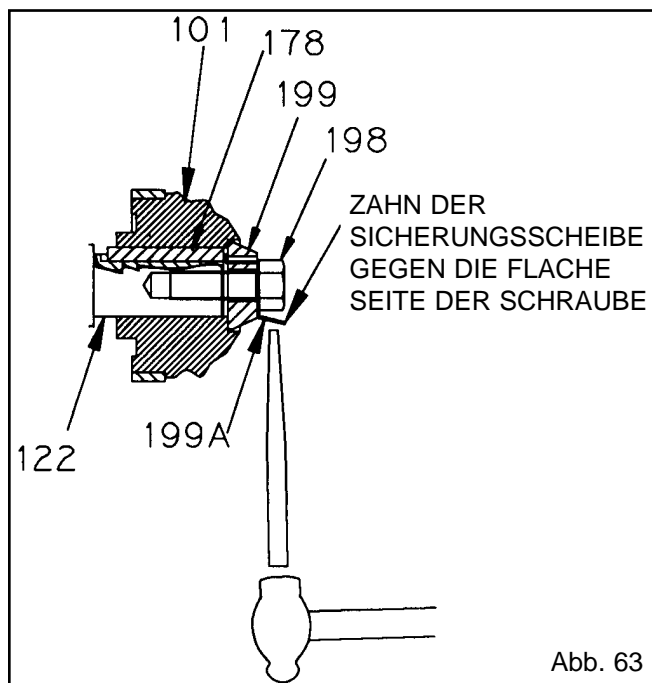

Abb. 63
2. Das Flügelrad (101) auf der Welle (122) installieren.
3. Die Flügelradunterlegscheibe (199) auf der Welle (122) installieren.
4. Die Sicherungsscheibe (199A) des Flügelrads einsetzen und die Verzahnung des Sicherungsringes mit der Keilnut in der Flügelradunterlegscheibe (199) fluchten.
5. Die Flügelradschraube (198) einsetzen und gleichmäßig auf das in Tabelle 7 aufgeführte Anzugsmoment anziehen.
6. Einen Zahn der Sicherungsscheibe (199A) an eine der Flachstellen der Flügelradschraube (198) stellen (Abb. 63).